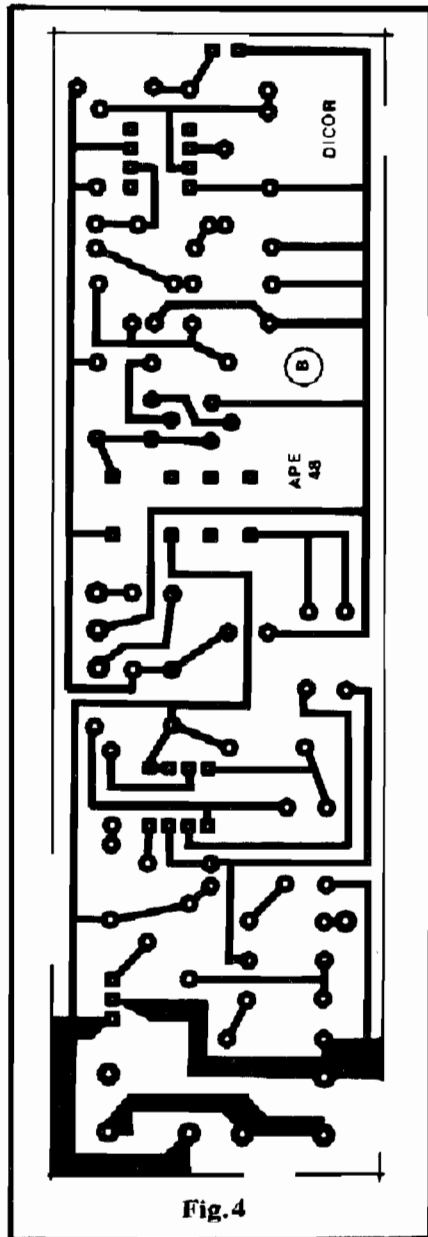

Fig. 4
- FIG. 4 - LAY OUT ESPECÍFICO DE CIRCUITO IMPRESSO (PLACA "B") - Chamado, daqui pra frente, simplesmente de módulo "B", o receptor/controlador do DICOR tem o seu Impresso em escala 1:1 na figura (assim como ocorreu na figura 3, as áreas em preto correspondem às áreas cobreadas, enquanto que as amplas áreas brancas representam o fenolite nú, do qual o cobre foi removido pela corrosão...). O arranjo é obviamente maior e um pouco mais complexo do que o da placa "A", contudo ainda fácil em seu desenho, pouco "congestionado"... Na pré-elaboração das duas placas ("A" e "B") recomendamos ao Leitor/Hobbysta usar - para a traçagem ácido resistente - os decalques fáceis de encontrar nas lojas de materiais e peças eletrônicas... Com isso, o resultado será bem mais profissional e "elegante", do que se a traçagem for feita "à mão"... Ainda nas duas placas, os pontos que requerem mais atenção situam-se em torno das ilhas destinadas à recepção das perninhas dos 3 Integrados do conjunto, uma vez que tais ilhas são pequeninas, e bem próximas umas das outras (fica fácil numa "distracção" ou imperfeição de traçagem ou corrosão, surgirem falhas ou "curtos" fatais, nessas regiões específicas...). Não há problema, contudo, que "resista" à norma elementar da Eletrônica prática: conferir tudo, várias vezes, durante todo o processo de